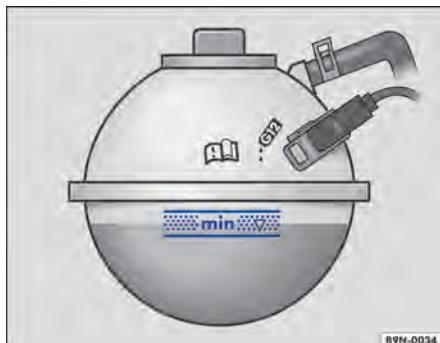

Fig. 143 No compartimento do motor: marca no reservatório de expansão do líquido de arrefecimento do motor.
- Com o motor frio, verificar o nível do líquido de arrefecimento do motor pela marca lateral do reservatório de expansão do líquido de arrefecimento do motor ⇒ **Fig. 143**.
- O nível do líquido de arrefecimento do motor deve permanecer dentro da marca do reservatório \Rightarrow **Fig. 143. Não completar acima da borda superior da área demarcada** \Rightarrow .
- Abastecer com líquido de arrefecimento do motor somente até a borda superior da faixa marcada \Rightarrow **Fig. 143**. Caso contrário, ao aquecer-se, o líquido excedente será expulso do sistema de arrefecimento do motor e poderá ocasionar danos.